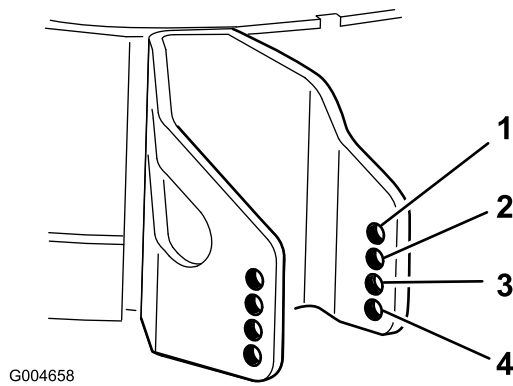

Bild 19
- 4. Wählen Sie ein Loch, bei dem die Antiskalpierrolle der gewünschten Schnitthöhe so nahe wie möglich ist (Bild 19).